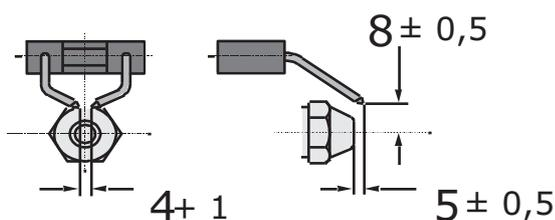

Fig. 508
- Vérifier la distance entre les pointes des électrodes et le gicleur (voir Fig. 508).
- Vérifier la distance entre les pointes des électrodes (voir Fig. 508).